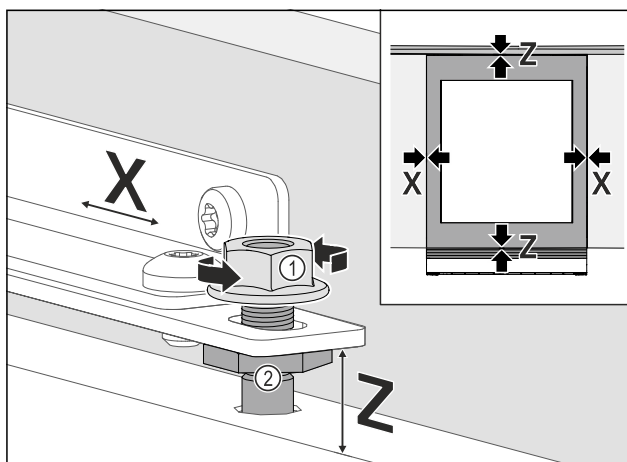

Fig. 104
- Nábytková dvířka vyrovnejte stranově: Uvolněte pojistné matice Fig. 104 (1), nábytková dvířka posuňte ve směru X.
- Pojistné matice Fig. 104 (1) dotáhněte.
- Nábytková dvířka vyrovnejte ve výšce **Z** a ve stranovém sklonu: Ustavovací čepy Fig. 104 (2) nastavte.